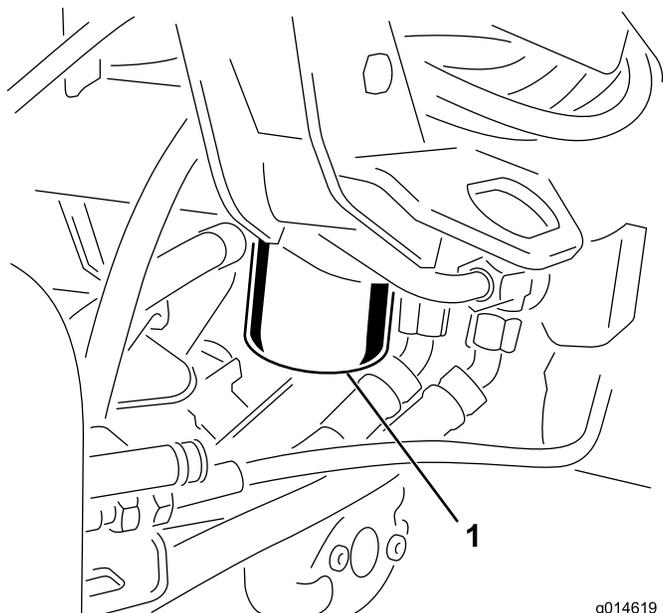

図 58
1. フィルタ容器の周辺をウェスできれいにぬぐう (図 58)。フィルタの下に廃油受けを置いてフィルタを外す。